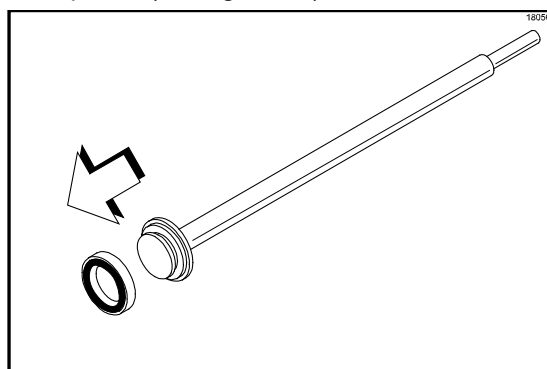

Figure 76
7. Retirer l'assemblage du joint de l'assemblage du piston (Cf. Figure 76).